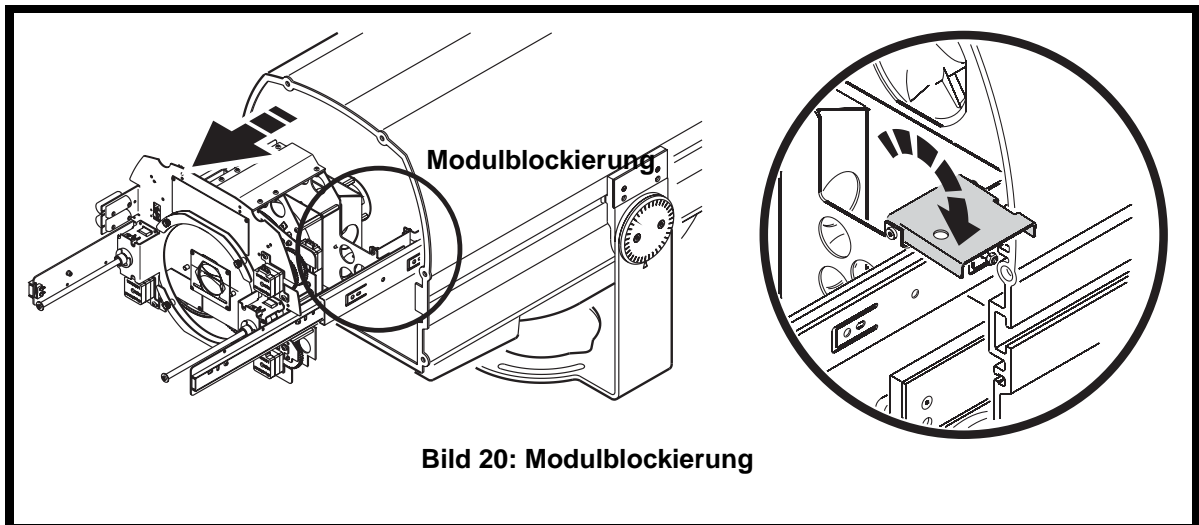

Bild 20: Modulblockierung
5. Siehe Bild 20. Klappen Sie die Modulblockierung aus, um das Modul zu fixieren.